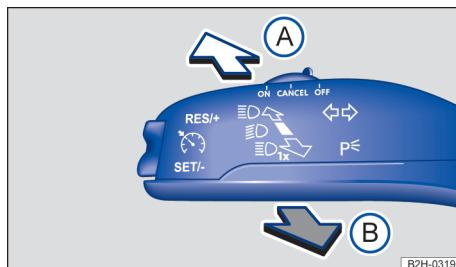

Fig. 74 À esquerda na coluna de direção: alavanca dos indicadores de direção e do farol alto.
- Levar a alavanca dos indicadores de direção e do farol alto da posição central para a seguinte posição → Fig. 74: